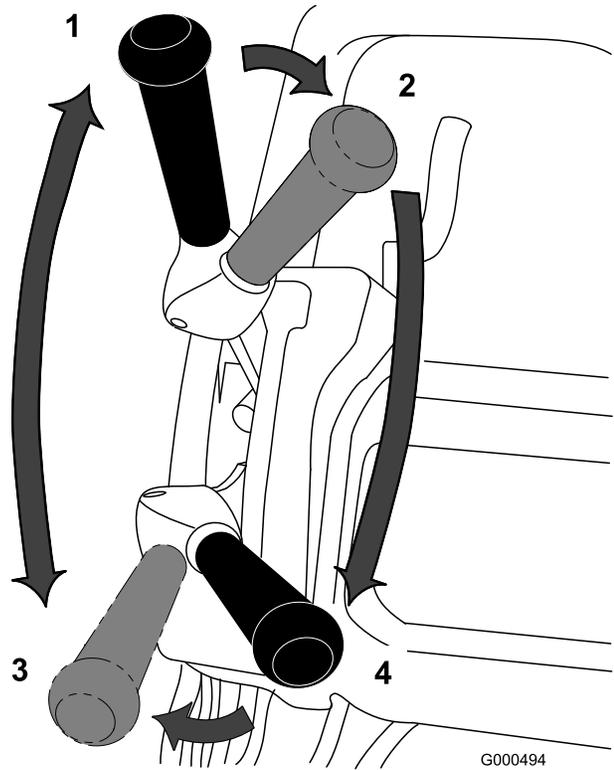

図 18
1. エンジンを始動、スロットルを下げ、カッティングユニットを上げる（ハンドルを下げる）。走行レバー（図 18）を「走行」に入れ、グリーンのカラ（緑）に入る。
2. 走行を「解除」とし、リールレバー（図 18）を回転側に倒す。
3. 走行レバーを「走行」に入れ、スロットルで希望の走行速度に調整し、グリーンへ移動する。希望位置に来たらカッティングユニットを下ろして刈り込み作業を始める（図 18）